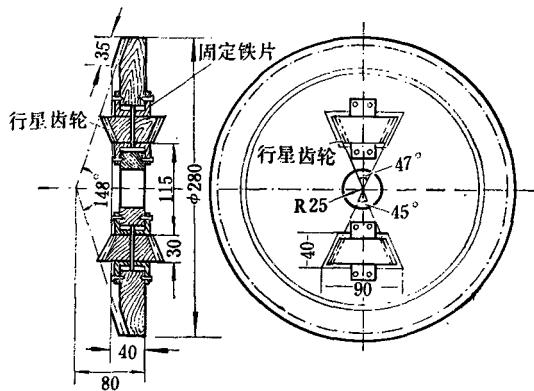

图 16 大从动圆锥齿轮及行星齿轮
**2. 大从动圆锥齿轮及行星齿轮** 用厚 40 毫米的木板做一个直径 280 毫米的圆,然后再做成一个节锥角  $\varphi = 148^\circ$ 、齿数  $Z = 36$  的圆锥齿轮,如图 16 所示。将同侧没有齿的部分,挖去 8 毫米深的一层,再按图中所示位置和尺寸,挖两个等腰梯形孔。两梯形短边相距 110 毫米,长边相距 190 毫米。每个梯形底边中心各挖一个长槽,以便装入行星齿轮轴。在大圆锥齿轮的中心挖一个直径 50 毫米的圆孔,以备嵌入轴承。